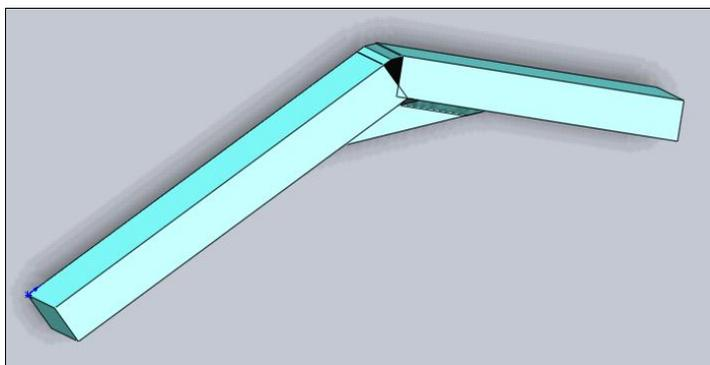

Рис. 5.53
13. Нажав кнопку **ОК** , вы получите угловое сварное соединение (рис. 5.53).